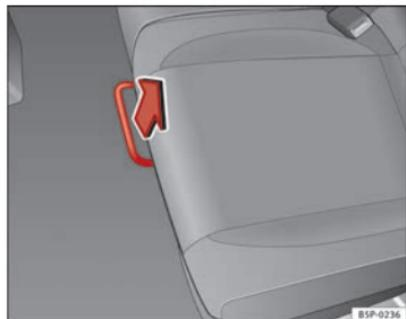

Fig. 95 Barra de destrancamento do banco traseiro
- Na posição de sentado, destranque a alavanca no sentido da seta ⇒ Fig. 95.